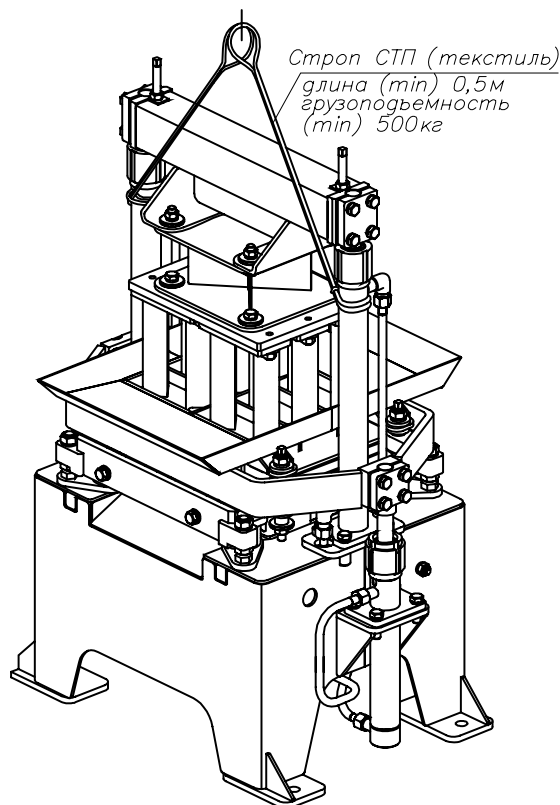

Рис. 12. Схема строповки вибропресса.
3.11. Схема строповки вибропресса показана на рис. 12.
- не менее 1 раза в 2 недели контролировать зазор между опорой поддона и верхней поверхностью вибростола, рис. 12. Для контроля использовать щуп и линейку. Для изменения величины зазора необходимо ослабить гайку стопорную и, вращая регулировочную гайку 3, установить необходимый зазор. Величина зазора контролируется в центре вибростола и в четырех его крайних точках. После настройки и проверки величины зазора стопорную гайку 4 затянуть, проверку повторить еще раз;